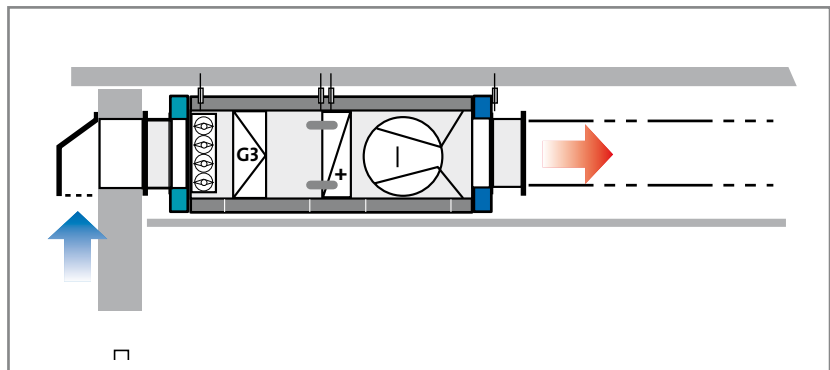

Рис. 2 (устройство SKG, включая воздухозаборный кожух с решеткой для защиты от птиц)
**Монтаж в подвесных потолках (рис.2).**